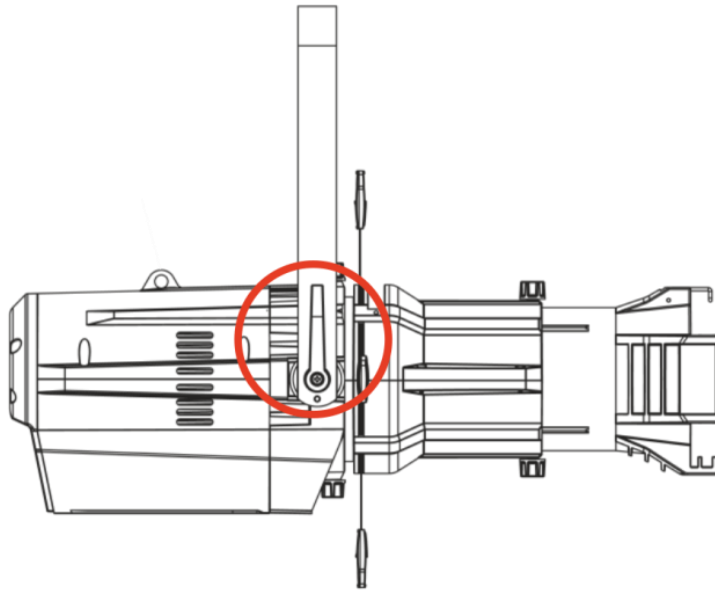

Abb. 11
- 02) Kippen Sie den Scheinwerfer in die gewünschte Position (Abb. 11).